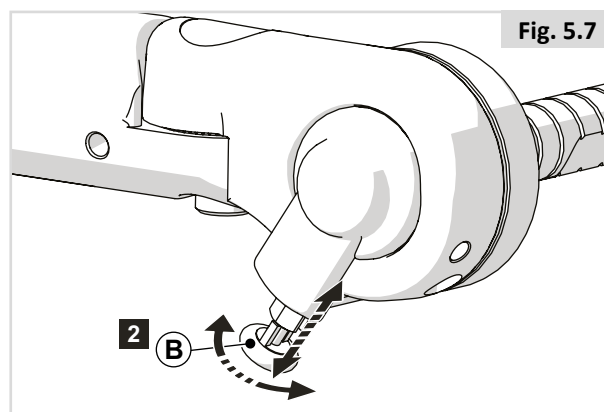

Fig. 5.7
Multijusterbart flip-back armlæn (fig. 5.7)
2. Lås armlænet i opslået position ved at dreje låsen (B) indad. (Fig. 5.7)